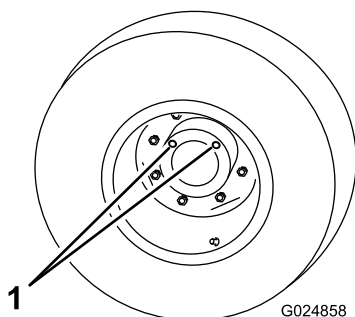

Bild 64
5. Drehen Sie das Rad, bis die offenen Löcher im Planetengetriebe auf der 11-Uhr- und 13-Uhr-Stellung sind (Bild 64).